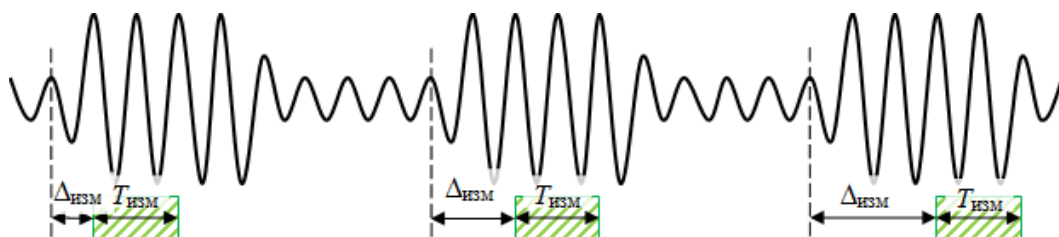

Рисунок 7.39 – Измерение профиля импульса с изменением задержки
- измерение в режиме «Профиля импульса» путём изменения задержки в импульсном режиме с заданным шагом (рисунок 7.39).
Метод измерения профиля импульса выполняется в импульсном режиме на фиксированной частоте и заключается в перемещении точки «Старт обзора», т.е. окна «незануления» (рисунок 7.39).